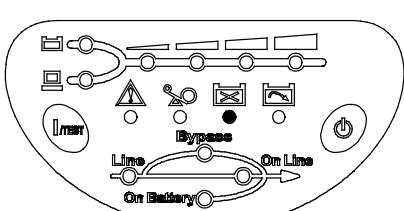

Рис. 4-6 Индикация неисправности батареи
**Необходимость замены батареи.** Свечение соответствующего индикатора информирует пользователя о необходимости заменить аккумуляторы. Если встроенный микропроцессор обнаруживает неисправность батареи, он подает три звуковых сигнала длительностью по 0,5 секунд с перерывом между сигналами также 0,5 секунд. После подачи первых трёх сигналов аналогичные сигналы подаются каждый час. См. рис. 4-6.